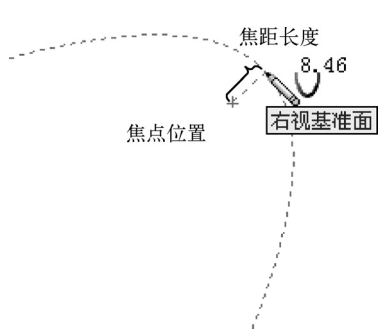

图 2-39 确定抛物线焦点位置和焦距长度
STEP 3 移动鼠标指针拖出一条虚线抛物线,再次单击确定抛物线的大小(焦距长)和旋转角度,如图 2-39 所示。